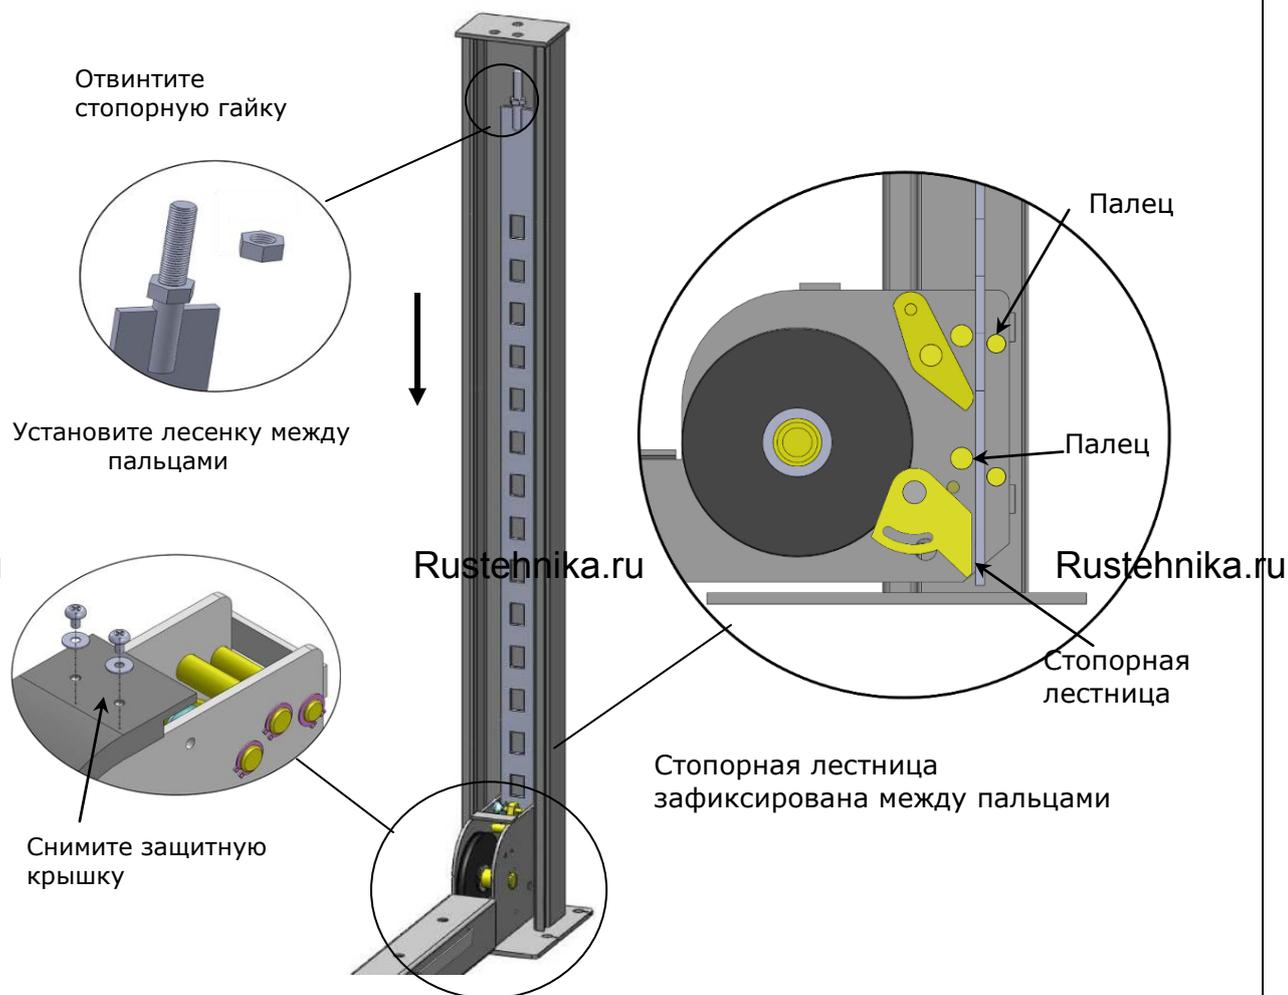

Рис. 13
1. Снимите защитную крышку шкива и отвинтите стопорную гайку с лестницы. Отрегулируйте болт на всех лесенках на одинаковую высоту. Зафиксируйте стопорную лестницу (**см.рис. 13**).